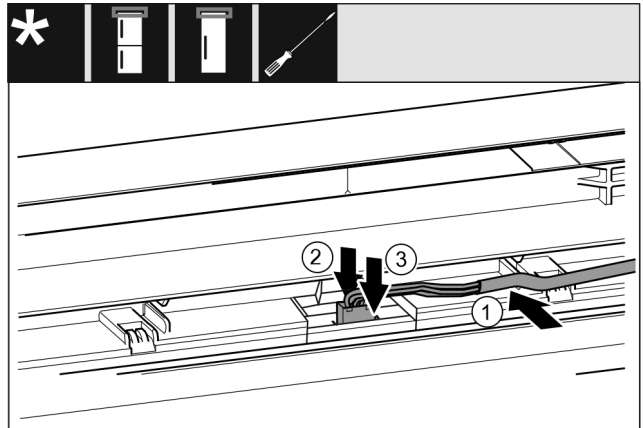

Fig. 54 制冷/冷冻组合/冰柜/冰箱*
- ▶ 将电缆 Fig. 54 (1)置入上方冰箱门的导向装置。*
- ▶ 将止动凸缘 Fig. 54 (2)向后按住。*
- ▶ 插入插头 Fig. 54 (3)。*